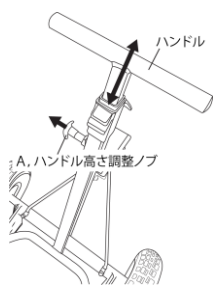

図3
- ① A, ハンドル高さ調整ノブを引いて、ハンドル長さを調整してください。ハンドル高さ調整穴は、13個あります。任意の高さに調整後、A, ハンドル高さ調整ノブを確実に元の位置に戻して（ハンドル高さ調整穴にA, ハンドル高さ調整ノブを挿入する。）ください（図3参考）。